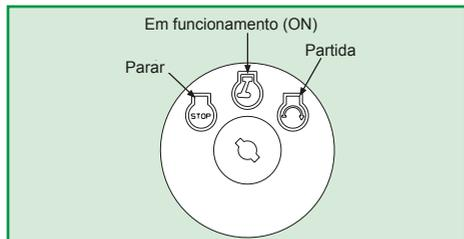

Figura 11
O interruptor de ignição é responsável por ligar o motor. Insira a chave e gire no sentido horário até a posição de partida (START). Deixe a chave na posição ligado (ON) depois que o motor tiver ligado. Ver Figura 11.